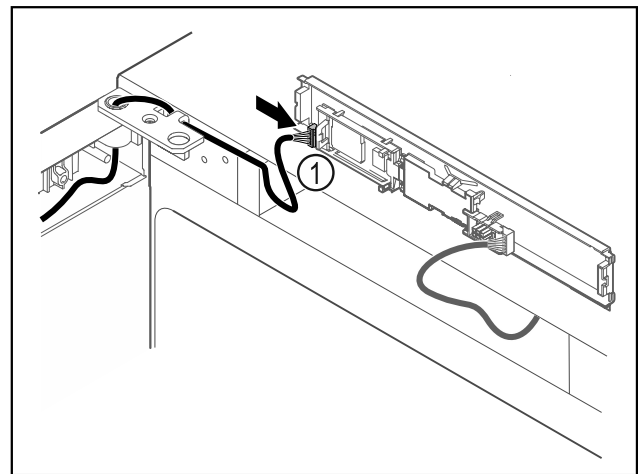

Fig. 67
- ▶ Brancher le connecteur Fig. 67 (1) sur la platine.